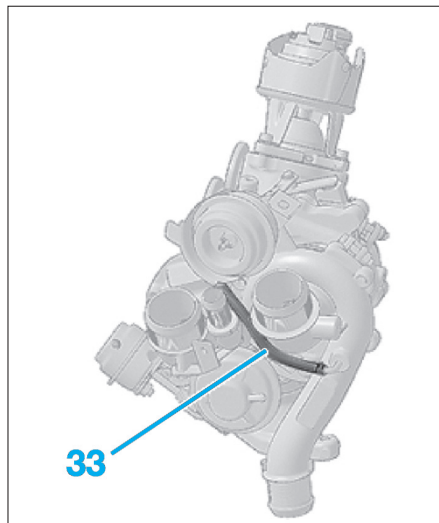

Fig. 56
Contrôler l'état, le bon emmanchement et la tenue du tube (33) pour éviter les risques de réaspiration d'huile (risque de détérioration du biturbocompresseur) (Fig.56).